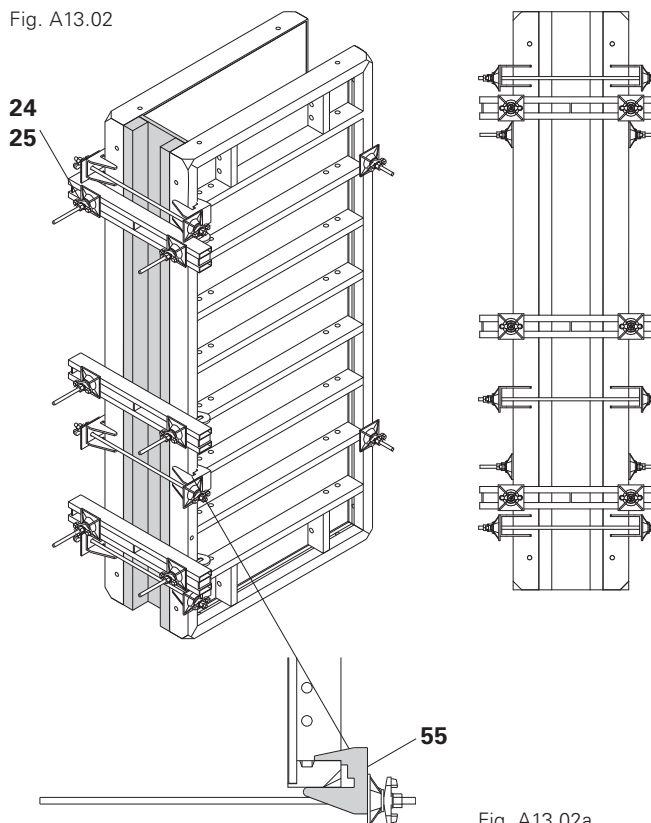

Fig. A13.02a
- 3 pz. Allineatore 85 (24)
- 6 pz. Tenditore TS (25) con piastra dado orient. DW 15
- 6 pz. Attacco superiore AH (55) con dispositivo di serraggio (Fig. A13.02a)
La pressione del calcestruzzo sulla testata fermagetto viene trasmessa dai tenditori TRIO TS e dagli allineatori 85 agli elementi TRIO. (Fig. A13.02a)